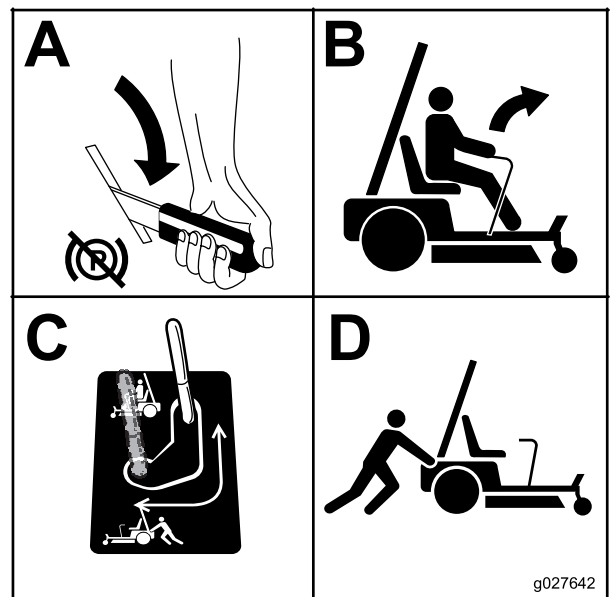

Figure 27
3. Répétez cette procédure de chaque côté de la machine Figure 27.
Placez la dérivation à la position voulue pour utiliser la machine (Figure 27) et engager les moteurs des roues.